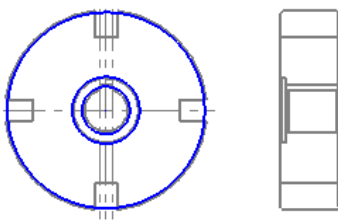

图 3.15.44 绘制圆
Step1. 绘制图 3.15.44 所示的三个圆。选择下拉菜单 **绘图(C)** → **圆弧(A)** → **已知圆心点画圆(C)...** 命令，系统弹出“编辑圆心点”工具栏；三个圆的直径分别为 44、62 和 181；单击 按钮，完成三个圆的绘制。